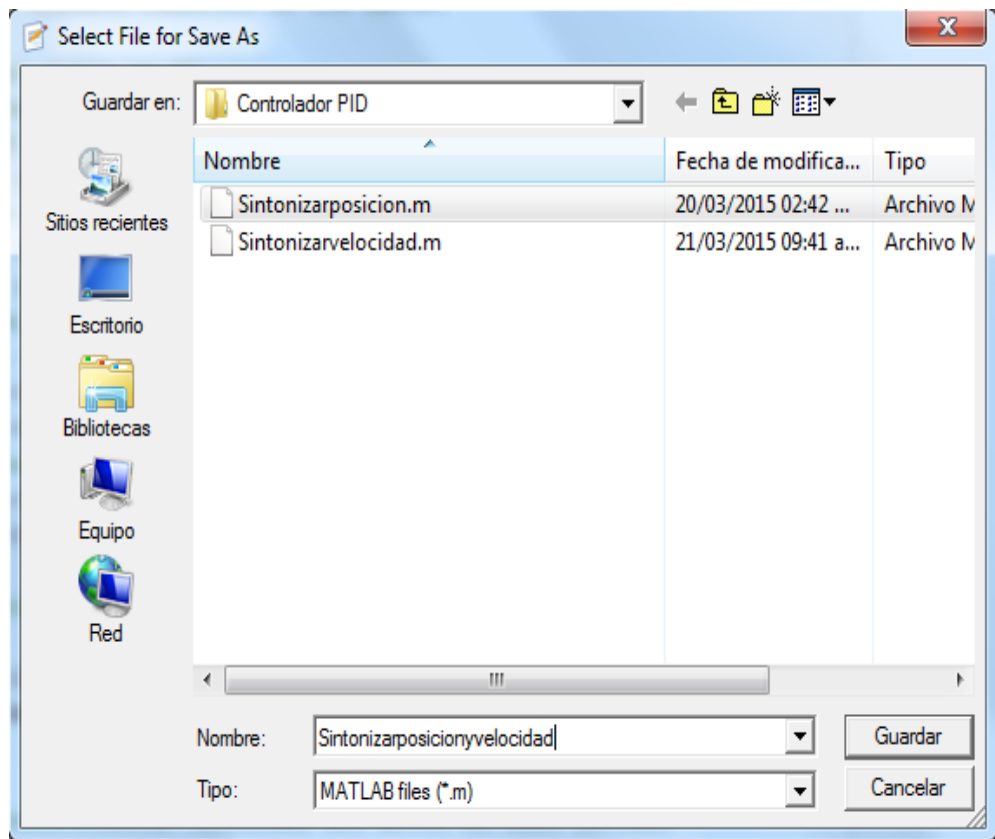

Figura 62. Guardar script para sintonización Posición y Velocidad en cascada.
- Se genera una ventana para guardar tal como se ve en la Figura 62. Nombre al archivo *SintonizarposicionyVelocidad.m* y guárdelo en la carpeta *ControladorPID*.